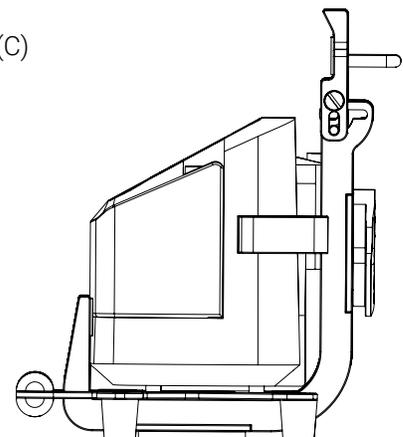

Figure 8: Déverrouillage et ouverture du support
1. Appuyer et maintenir enfoncé le bouton à déclenchement rapide du support (Figure 8 A), puis basculer le dessus vers l'arrière (Figure 8 B et Figure 8 C).